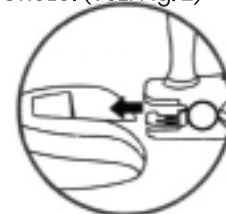

Fig. 1
1. Clema se montează pe BAZA DIN MATERIAL SINTETIC (numai pentru modelele cu bază) (vezi Fig. 1)